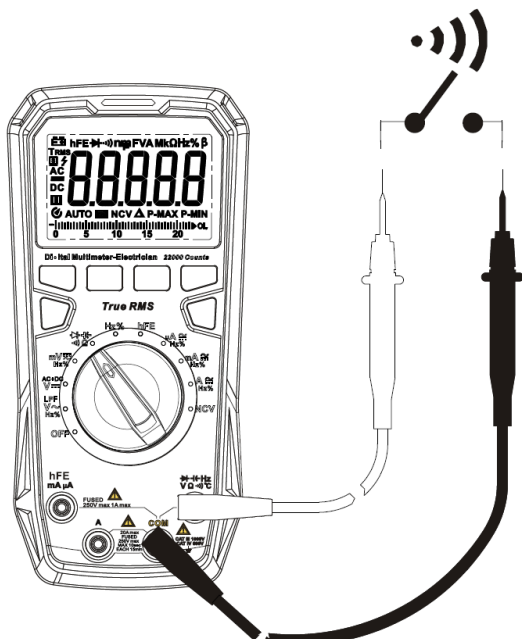

Рисунок 9
8.6. Прозвонка электрических цепей (см. рисунок 9)